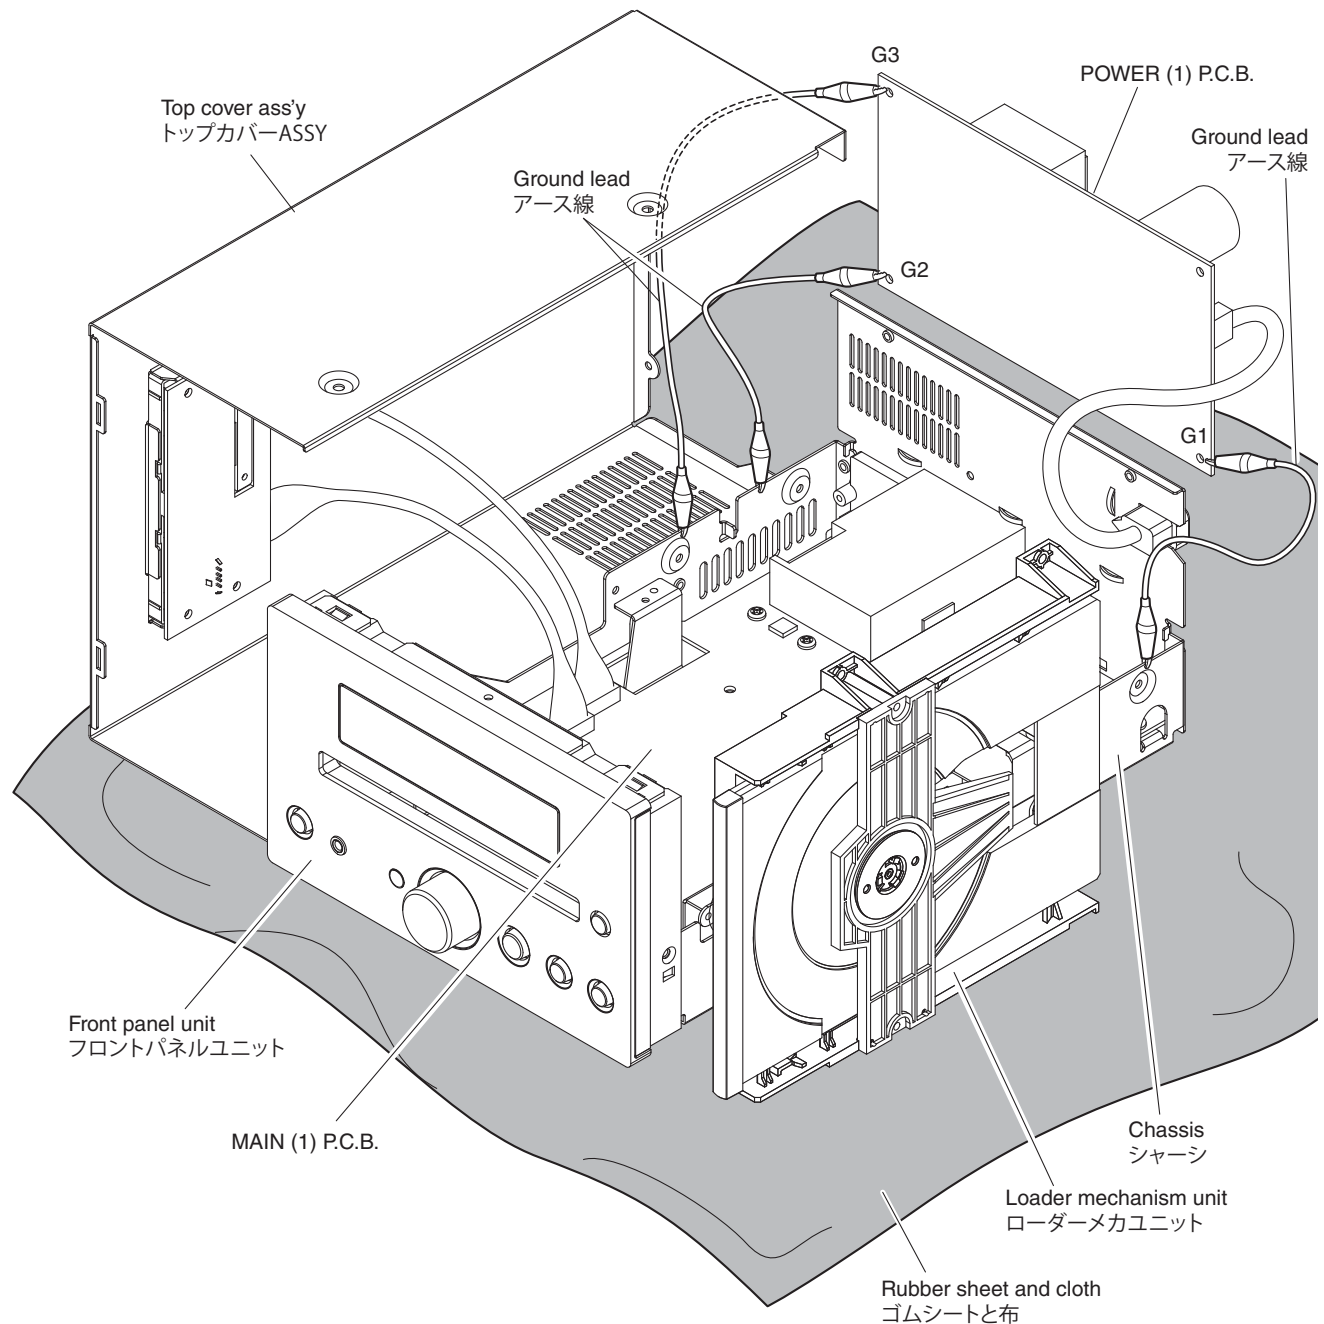

Fig. 3
- Spread the rubber sheet and the cloth. Then place this unit on the cloth and check it. (Fig. 3)
- Connect the 3 ground points (G1, G2, G3) of the POWER (1) P.C.B. to the chassis with a ground lead or the like. (Fig. 3)
- ゴムシートと布を敷き、その上に本機を置いてチェックします。(Fig.3)
- POWER (1) P.C.B. の3箇所のアース（G1、G2、G3）をアース線等でシャーシに接続してください。(Fig.3)